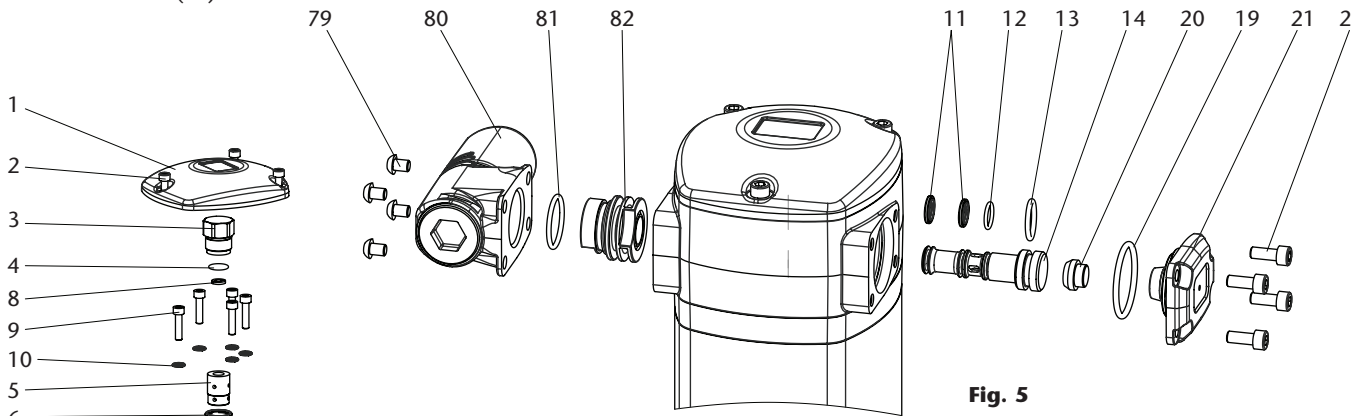

Fig. 5
### DISTRIBUIDOR DE AIRE (FIG. 5)
1. Desenrosque los 4 tornillos (2) de la tapa (21) y retírela.
2. Desenrosque los 4 tornillos (79) del silenciador (80) y retírelo junto con la junta (81) y el resonador del silenciador (82).
3. Con ayuda de un útil de plástico, golpeando suavemente la corredera (14) por el lado de su menor diámetro a través del motor (fig. 5), extraer la corredera (14).
4. Sustituya las juntas de corredera 2x(11), (12) y (13), o bien sustituya la corredera (14) completa con sus juntas ya instaladas de fábrica (kit 539505). Ésta es la opción recomendada para asegurar que las juntas están correctamente instaladas.